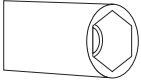

Figure 3
1. Veuillez utiliser un tournevis à tête spéciale pour retirer et installer le gicleur comme illustré dans. (figure 3)